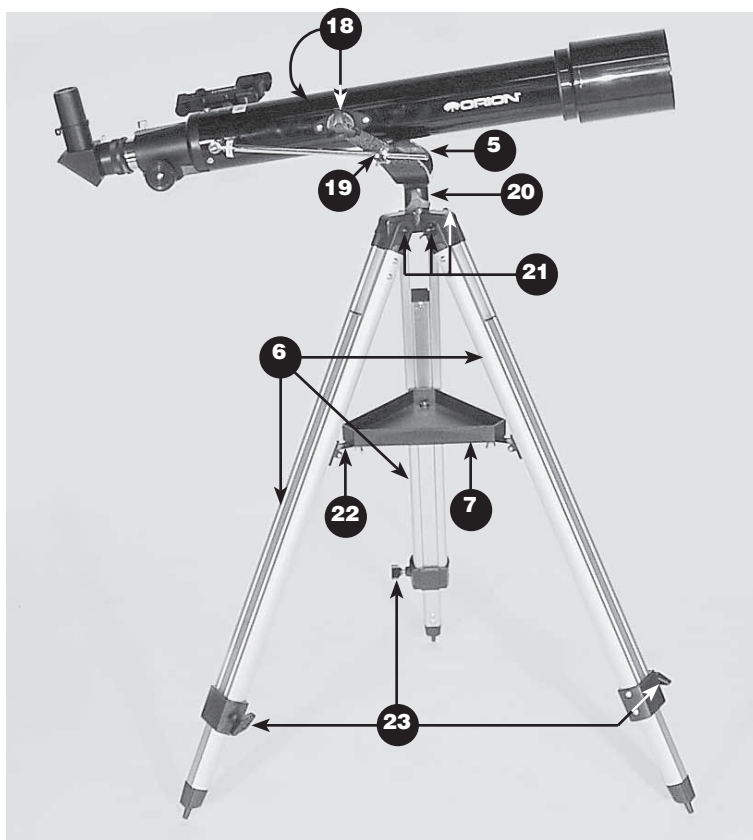
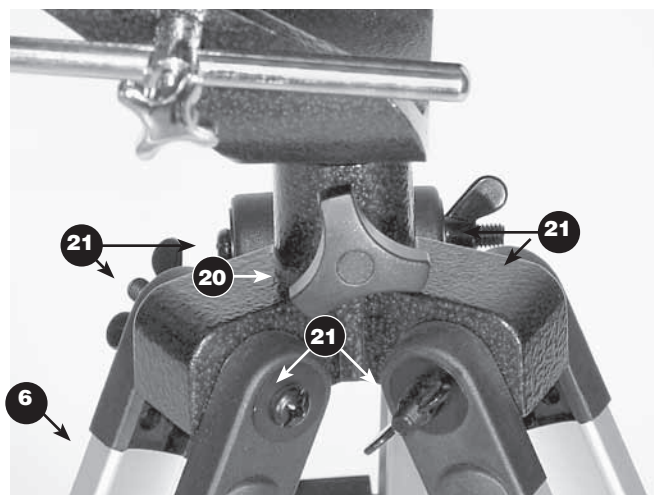

Figura 3a. Dettaglio del treppiede e della montatura.
Figura 3b. Dettaglio dell'attacco della montatura e delle gambe del treppiede del telescopio Observer 70.
La Figura 3a mostra un primo piano del treppiede e della montatura del telescopio. Le caratteristiche importanti sono evidenziate per maggiore chiarezza e dettaglio. La Figura 3b mostra un primo piano delle gambe del treppiede (6) fissato alla montatura altazimutale a giogo (5).
1. Appoggiare la montatura altazimutale a giogo (5) su un lato. Fissare le gambe del treppiede (6), una alla volta, alla base della montatura facendo scorrere una vite di fissaggio della gamba (21) nella parte superiore della gamba e attraverso i fori della base della montatura. Le rondelle dovrebbero essere all'esterno delle gambe del treppiede. Fissare i dadi a farfalla a mano. La Figura 3b mostra un primo piano delle viti che fissano le gambe del treppiede alla montatura altazimutale.
2. Installare e serrare le manopole di blocco delle gambe (23) sui rinforzi inferiori delle gambe del treppiede (6). Per ora, tenere al minimo la lunghezza delle gambe (completamente retratte), sarà possibile estenderle alla lunghezza desiderata più tardi, dopo che il treppiede sarà completamente assemblato.
3. Mettere il treppiede e la montatura in posizione verticale e divaricare le gambe del treppiede (6) il più possibile, fino a quando la staffa del vassoio portaccessori (22) è tesa. Fissare il vassoio portaccessori (7) alla relativa staffa (22) mediante le tre viti con testa a farfalla installate nel vassoio. Introdurre le viti attraverso i fori della staffa del vassoio portaccessori e quindi inserirle nei fori del vassoio. (style)
4. Serrare le viti di fissaggio delle gambe del treppiede (21) nella parte superiore delle gambe del treppiede, in modo che le gambe siano ben fissate alla montatura. Per questa operazione utilizzare il cacciavite a croce e/o le dita.
5. Fissare l'asta di controllo dell'altitudine a micro movimenti e la rotella zigrinata (13) al tubo ottico (1) svitando prima la vite a testa piatta dal punto di fissaggio dell'asta a micro movimenti (12) sul lato del tubo ottico. Far scorrere la vite attraverso il foro all'estremità dell'asta a micro movimenti e avvitare nuovamente la vite nel punto di fissaggio. Assicurarsi che la vite sia serrata.